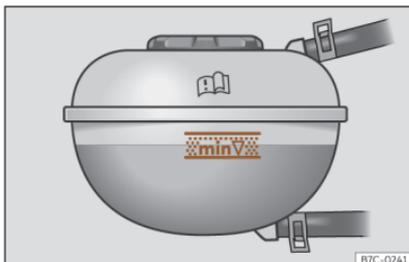

Fig. 213 Nel vano motore: segno nel serbatoio di compensazione del liquido di raffreddamento.
- Controllare il livello del liquido di raffreddamento nell'apposito serbatoio di compensazione. Con il motore a freddo, il livello del liquido di raffreddamento deve rimanere tra le tacche >>> fig. 213. A motore caldo può anche trovarsi leggermente al di sopra della tacca superiore.